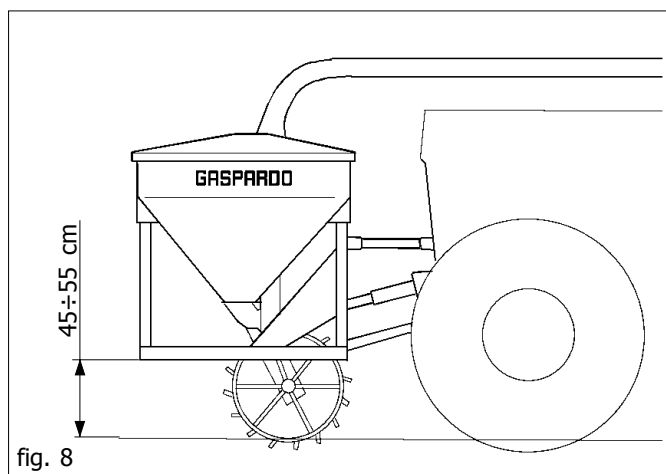

fig. 8
- 9) Soulever l'outil avant, enlever les pieds d'appui. Afin d'assurer la rotation de la roue de transmission, régler la hauteur du sol de l'outil en position de travail (45-55 cm Fig.8). Cette distance doit être maintenue constante pendant le labour.